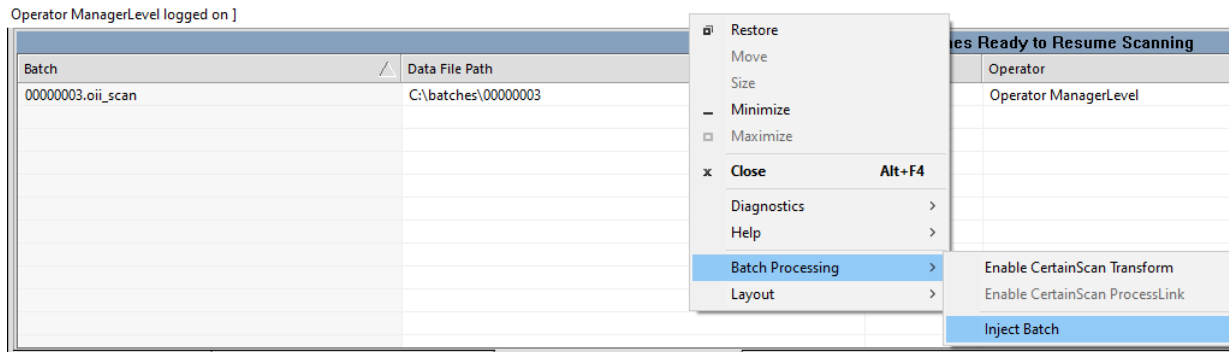

Abbildung 3-4: Stapel einspeisen
1. Um einen transformierten Stapel wieder in die Warteschlange aufzunehmen, klicken Sie mit der rechten Maustaste in die Kopfzeile des Monitors und wählen Sie **Stapelverarbeitung > Stapel einspeisen** (Abbildung 3-4).